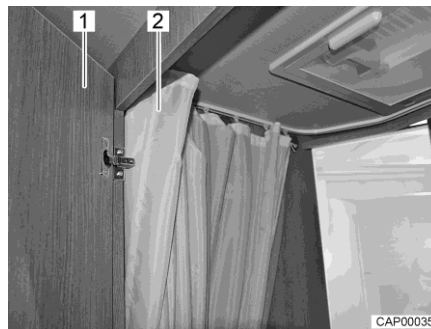

Fig. 126 Vano WC con doccia
- Per utilizzare la doccia, chiudere la porta (Fig. 126,1) e tirare completamente la tendina della doccia (Fig. 126,2), in modo da proteggere tutte le pareti.